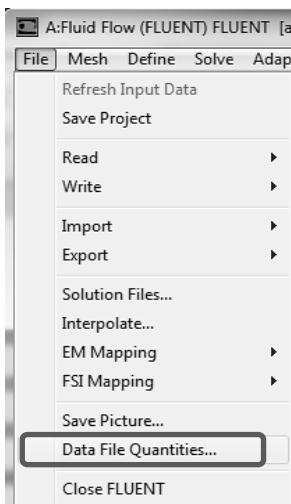

Рис. 2.19
- 1) File→Data File Quantities, как показано на рис. 2.19. Откроется окно Data File Quantities.